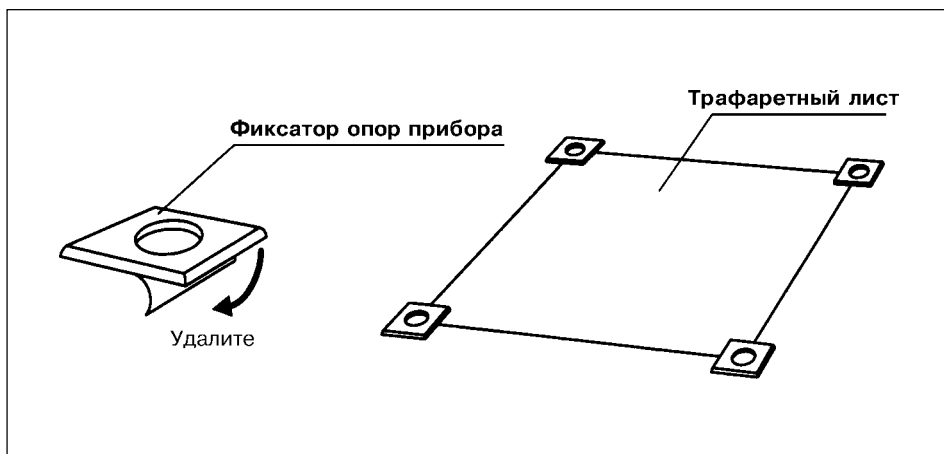

Рис. 3.2
4. Удалите защитную бумагу с клейкой нижней поверхности фиксаторов опор и слегка прижмите фиксаторы в позиции, показанной на рис. 3.2.